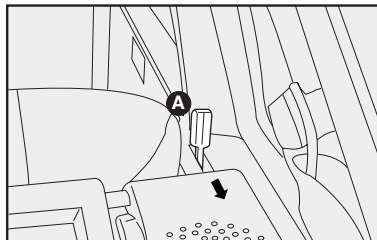

fig. 67
- 2) Desenganche el respaldo, utilizando las palancas laterales **A-fig. 67** en el sentido de la flecha.